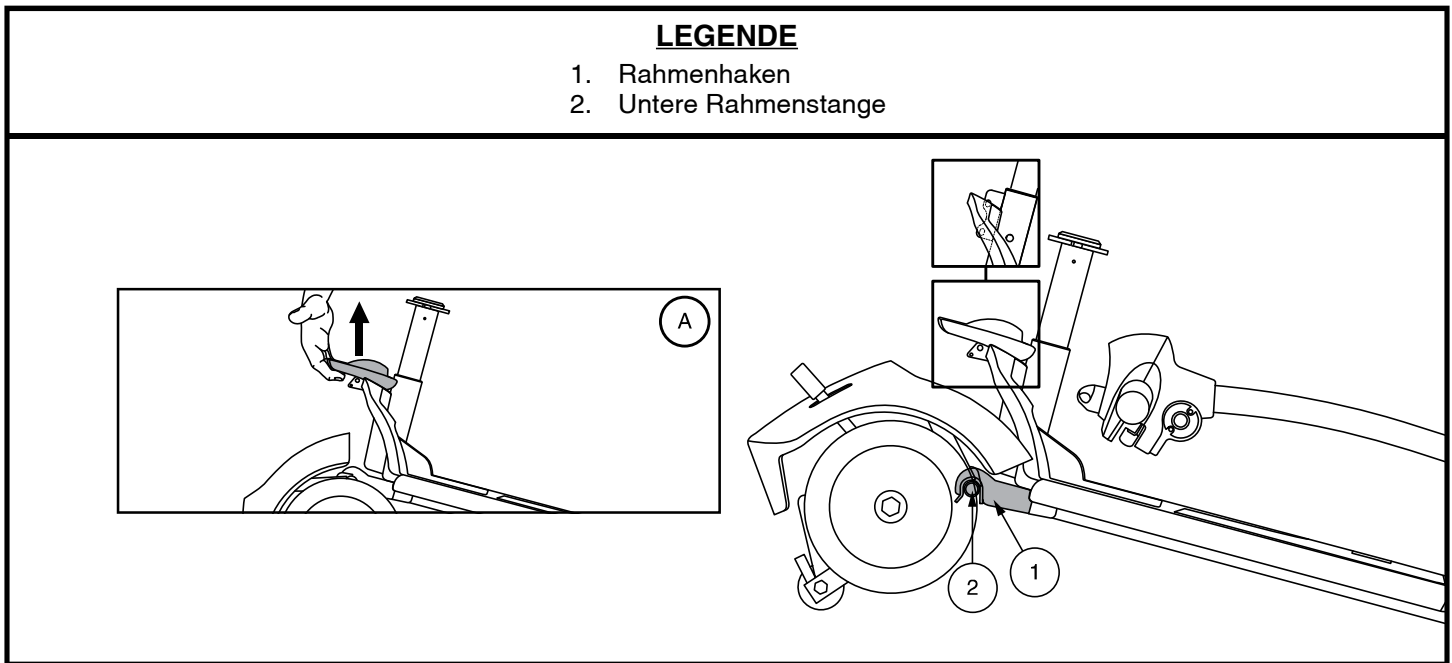

Abb. 19. Rahmenverriegelungshebel
3. Trennen Sie vorsichtig die beiden Teile. **Siehe Abb. 19.**
1. Benutzen Vorderteils den Rahmenverriegelungshebel. Sie zum Anheben und richten Sie die Rahmenhaken des Vorderteils an der unteren Rahmenstange des Heckteils aus. **Siehe Abb. 19.**
2. Wenn sich die Rahmenhaken über der unteren Rahmenstange befinden, senken Sie das Vorderteil ab und drehen gleichzeitig das Heckteil. Greift dadurch automatisch die Rahmenverriegelung. **Siehe Abb. 19.**